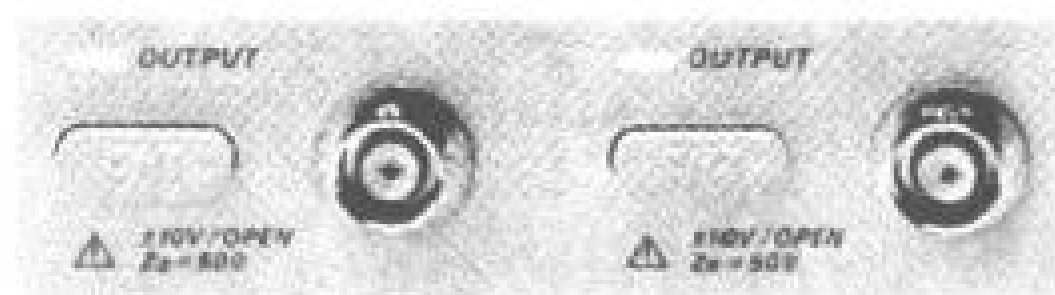

图 5.26 输出端
① 输出端的阻抗为  $50\Omega$ 。为了使仪器既可用于低频也能用于高频,所以输出端必须使用同轴电缆(图 5.26)。
② 由于受输出电压定义和负载的影响,当输出阻抗定为  $50\Omega$  时,如果外接高阻负载,则输出电压将升高到 2 倍。